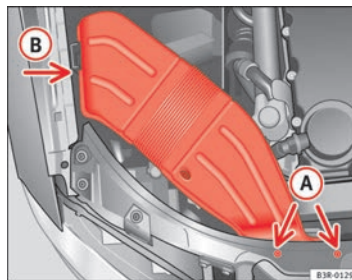

Fig. 200 Conducción de ventilación en el lado derecho del vehículo
- Desenrosque los tornillos (A) ⇒ fig. 200.
- Separe la conducción de ventilación de la guía (B) y extráigala. ■